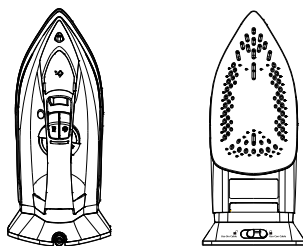

Figura 2
2. Coloque o botão para Travar/Destruvar na posição para travar . Segure e levante o ferro para certificar-se de que o mesmo esteja bem travado na base de aquecimento (Figura 2).